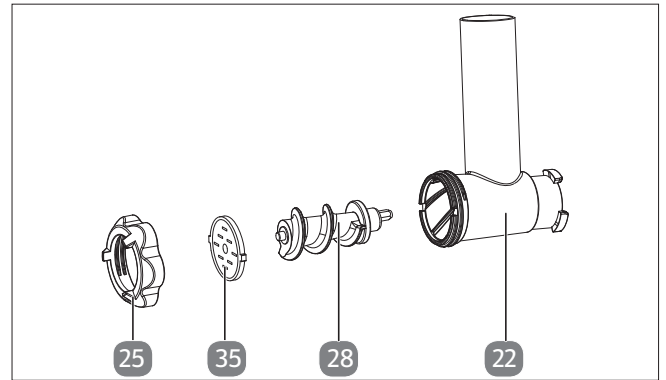

Abb. 23 – Zubehörteile Pasta
1. Setzen Sie das Zubehör wie abgebildet zusammen (siehe Abb. 23).